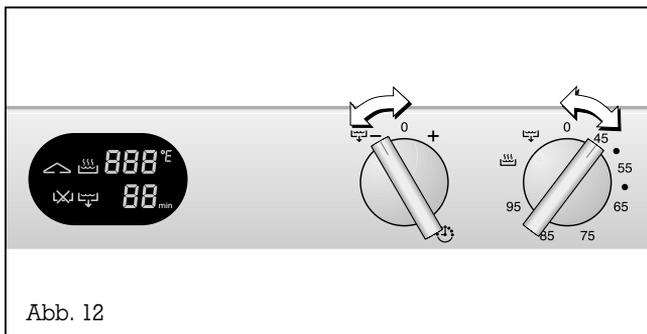

Abb. 12
- Drehen Sie den Bedienknobel „Temperatur“ auf die Position 0. Im Display erlischt das Symbol Kindersicherung (Abb. 12).